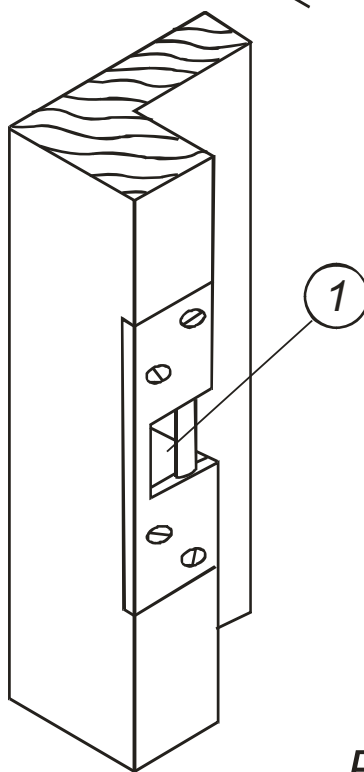

Рис. 20
6.2.7. Установите узкую запорную планку (рис. 1, позиция 5) в соответствии с рис. 18, 20, предварительно выбрав в дереве место для захода ригеля (рис. 20, позиция 1).